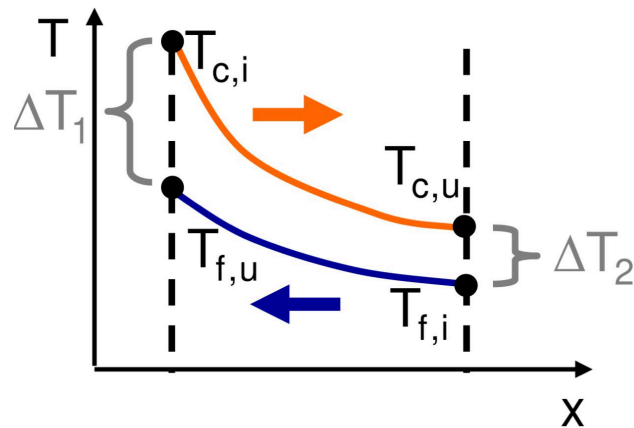

Figure 2: Valido tranne nel caso di capacità termiche uguali per le due parti dello scambiatore.
- ΔT_1 : differenza di temperatura tra le due linee da una parte del grafico. (Figure 2)
- ΔT_2 : differenza di temperatura tra le due linee dall'altra parte del grafico (Figure 2).